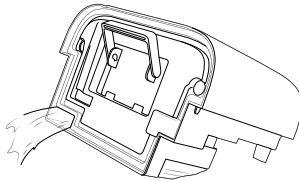

Abb. 2
- ◆ Gießen Sie das Wasser durch die Öffnung des Deckels aus (siehe Abbildung 2) und setzen Sie den Wassertank 4 wieder in das Gerät ein. Das Gerät setzt den Betrieb mit dem zuvor gewählten Programm fort.